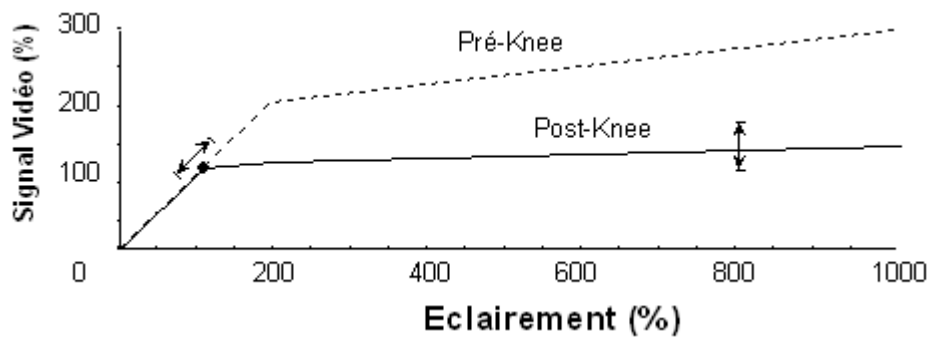

Figure 8
3. Le POST-KNEE (Variable) est une deuxième compression, avec un point d'inflexion et une pente variable qui convertit le 300% en 128% (voir Figure 8).